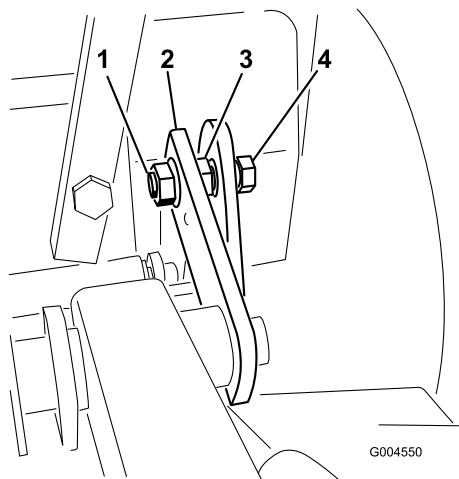

Figura 53
9. Ajuste los pernos hasta que el extremo del perno esté enrasado con la tuerca. Esto permite que el casquillo ruede en la ranura del soporte de la plataforma del cortacésped (Figura 53).